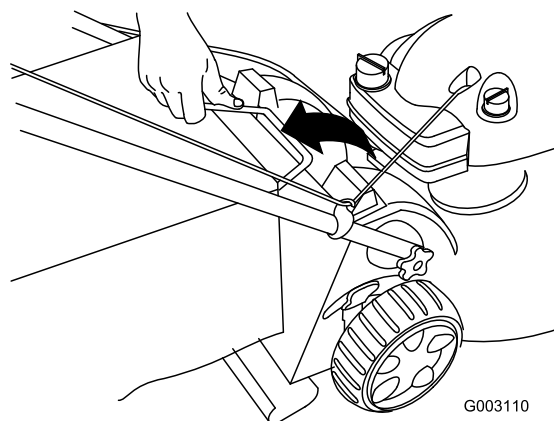

Figure 27
2. Soulevez le bac à herbe par la poignée pour le dégager des rainures en haut de la tondeuse, ce qui permettra de le retirer (Figure 27).